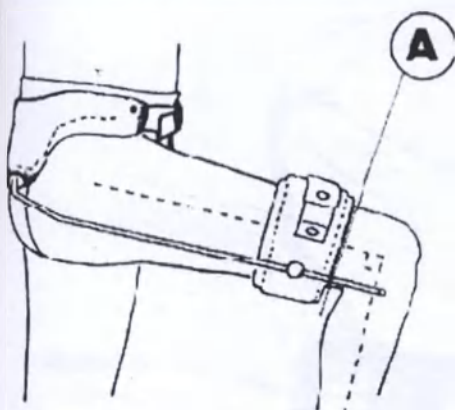

Рис. 2
• Расположение манжет на бедрах: расположите их на стержнях для ног таким образом, чтобы, когда колено согнуто на 90° , манжеты находились приблизительно на $2/3$ длины бедра. (Рис.2)